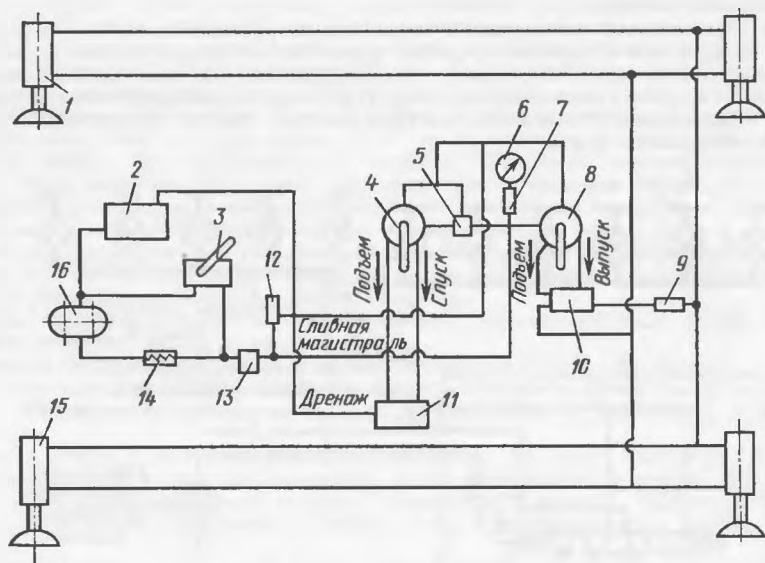

Рис. 96. Гидравлическая схема трапа СПТ-21:
**Гидросистема трапа СПТ-21** (рис. 96) обслуживает гидроопоры и механизм подъема лестницы.